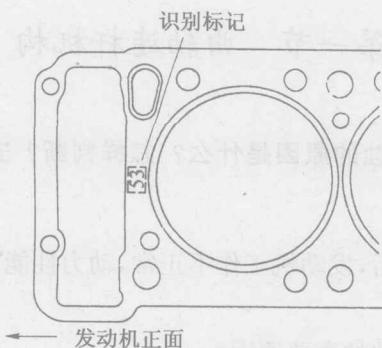

图 1-1 气缸垫标记
- (1) 更换气缸垫应在冷机时进行。
- (2) 先拆下气缸盖上的附件。
- (3) 按规定顺序从气缸盖两端向中央部位的顺序均匀地拧松气缸盖上的固定螺栓和螺母，卸下螺栓螺母，抬下气缸盖，取下旧气缸垫。
- (4) 安装新气缸垫时，应使缸垫上的标记朝向气缸盖，如图1-1所示。